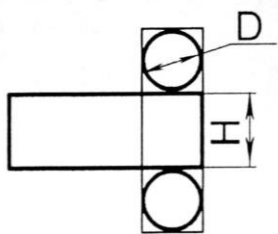

Рис. 5.11
5.17. Із трьох прямокутних шматків жерсті виготовляють закриту циліндричну банку місткістю  $V$  (рис.5.11). Якими мають бути її розміри  $D$  і  $H$ , щоб площа використаних шматків жерсті була мінімальною?